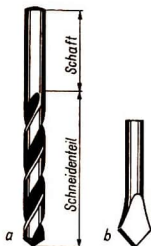

Bild 31 Spiralbohrer (a) und Spitzbohrer (b)
Werkzeuge zum Bohren. Bohrer gibt es in verschiedenen Ausführungen. Der einfachste Bohrer ist der **Spitzbohrer** (Bild 31), der auch als **Drillbohrer** verwendet wird.
Der **Bohrer mit Ringgriff** (Nagelbohrer) besitzt einen Griff zum Eindrehen der Bohrspitze in den Werkstoff. Die meisten Bohrer sind sogenannte **Einsatzbohrer**. Sie werden in eine Bohrmaschine eingesetzt und können beliebig ausgetauscht werden. Der wichtigste aus dieser Gruppe ist der **Spiralbohrer** (Bild 31). Er besteht aus dem **Schneidenteil** und dem **Schaft**. An der Bohrspitze befinden sich die beiden **Bohrerschneiden**. Am oberen Ende des Schaftes ist der Bohrerdurchmesser in Millimeter angegeben. In der Holzbearbeitung werden verschiedene Spezialbohrer eingesetzt. Zu ihnen gehören der **Bohrer mit Ringgriff** (Bild 32, 1), der **Schlangenbohrer** (2) und der **Zentruboher** (3). Der Schaft der beiden letzten Bohrer ist häufig ein „Vierkant“. Dieses kann in die Bohrwinde eingespannt werden und gestattet es auch, die Bohrer mit einem einfachen Vierkantschlüssel zu drehen.